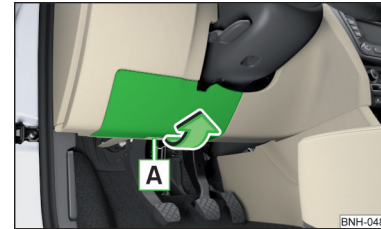

Abb. 264
- Die Abdeckung des Sicherungskastens in Pfeilrichtung abnehmen » Abb. 264.